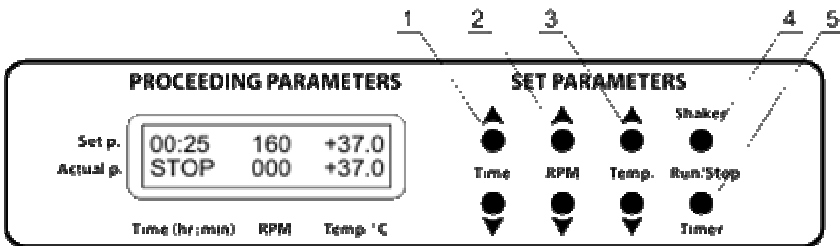

Abb. 2 Steuerung
- 4.3. **Einstellung der Zeit (Time).** Mit den Tasten ▲ und ▼ **Time** (Zeit) (Abb. 2/1) können Sie das gewünschte Arbeitszeitintervall in Stunden und Minuten einstellen (Schrittweite - 1 Min). Wenn Sie die Taste länger als 3 Sek gedrückt halten, wird die Schrittweite erhöht.
- 4.4. **Einstellung der Geschwindigkeit (RPM).** Mit den Tasten ▲ und ▼ **RPM** (Abb. 2/2) können Sie die gewünschte Schüttelgeschwindigkeit einstellen (Schrittweite 10 RPM). Wenn Sie die Taste länger als 3 Sek gedrückt halten, wird die Schrittweite erhöht.
- 4.5. **Einstellung der Temperatur (Temp. °C).** Mit den Tasten ▲ und ▼ **Temp.** (Abb. 2/3) wird die gewünschte Temperatur eingestellt (Schrittweite 0,1 °C). Wenn Sie die Taste länger als 3 Sek gedrückt halten, wird die Schrittweite erhöht.
- 4.7. Drücken Sie die Taste **Shaker-Run/Stop** (Schüttler-Laufen/Stop) (Abb. 2/4). Die Plattform beginnt zu rotieren und der Timer beginnt, das eingestellte Zeitintervall herunter zu zählen (mit 1 Min Präzision).
Achtung! Nach Ablauf der eingestellten Zeit stoppt die Plattformbewegung automatisch, die Heizung kann jedoch NUR manuell durch Herabsetzen der Temperatur mit der Taste ▼ **Temp.** ausgeschaltet werden (Abb. 2/3 - untere Taste), bis die Anzeige OFF (AUS) in der oberen Zeile des Displays erscheint.
- 4.10. Der Timer kann während des Betriebs erforderlichenfalls neu gestartet werden. Drücken Sie zweimal die Taste **Timer-Run/Stop** (Timer-Laufen/Stop) (Abb. 2/5) (einmal um den Timer zu stoppen, ein zweites Mal um den Timer neu zu starten).